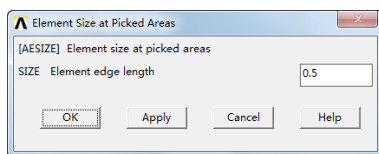

图 9-107 “Element Size at Picked Areas”对话框
⑤单击“MeshTool”对话框中 Size Controls→Areas→Set 按钮，会弹出“Element Size on Areas”对话框，用鼠标选择面 A1。
⑥单击“OK”按钮，会弹出“Element Size at Picked Areas”对话框，如图 9-107 所示，在“SIZE Element edge length”输入框中输入 0.5，单击“OK”按钮关闭该对话框。
⑨单击“MeshTool”对话框中 Size Controls→Areas→Set 按钮，会弹出“Element Size on Areas”对话框，用鼠标选择面 A3。
⑩单击“OK”按钮，会弹出“Element Size at Picked Areas”对话框，如图 9-107 所示，在“SIZE Element edge length”输入框中输入 0.5，单击“OK”按钮关闭该对话框。
⑬单击“MeshTool”对话框中 Size Controls→Areas→Set 按钮，会弹出“Element Size on Areas”对话框，用鼠标选择面 A5。
⑭单击“OK”按钮，会弹出“Element Size at Picked Areas”对话框，如图 9-107 所示，在“SIZE Element edge length”输入框中输入 2，单击“OK”按钮关闭该对话框。